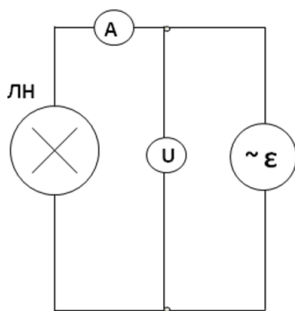

Рис. 5
Схема измерения параметров в электрической цепи приведена на рис.5. Величину тока в лампе измеряют с помощью амперметра, внутреннее сопротивление  $R_A$  которого известно, а напряжение  $U$  на лампе и на сопротивлении амперметра – вольтметром. Очевидно, что напряжение на
2. Собрать схему для измерения электрических характеристик генератора (рис. 5).
5. По формуле (8) вычислить напряжение, приложенное к лампе.
6. По формуле (7) вычислить коэффициент полезного действия электростанции.